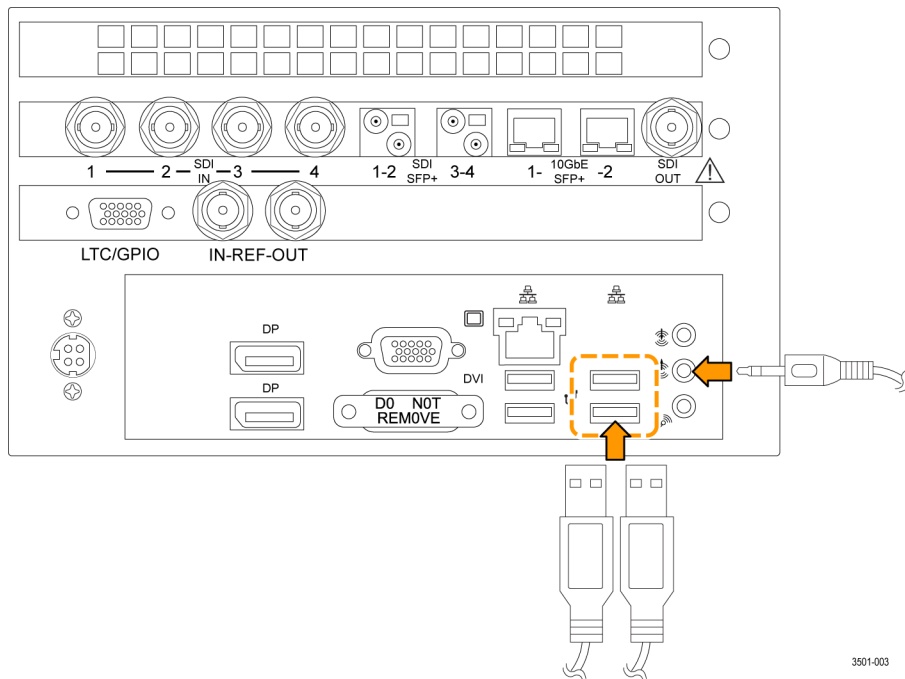

Рис. 5: Подключение USB и кабелей звуковых сигналов к монитору PRISM
- c. Подключите кабели порта USB и гнезда головных телефонов двухместного конструктива к соединителям на задней панели прибора. (См. рис. 5.)